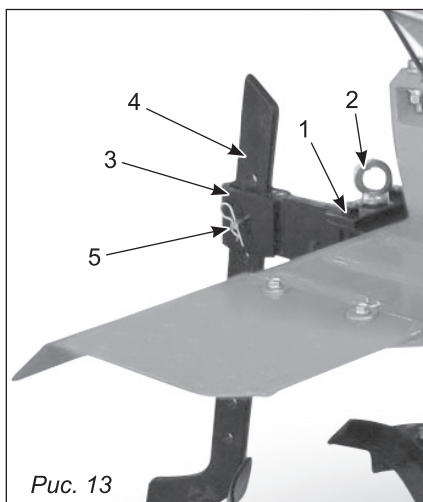

Рис. 13
Регулировка глубины вспашки. Для регулировки глубины вспашки необходимо отрегулировать по высоте сошник. Вынуть штифт (5), переместить сошник (4) вверх (глубина вспашки уменьшится) или вниз (глубина вспашки увеличится), зафиксировать в требуемом положении. Правильная регулировка зависит от почвы (рис. 13).